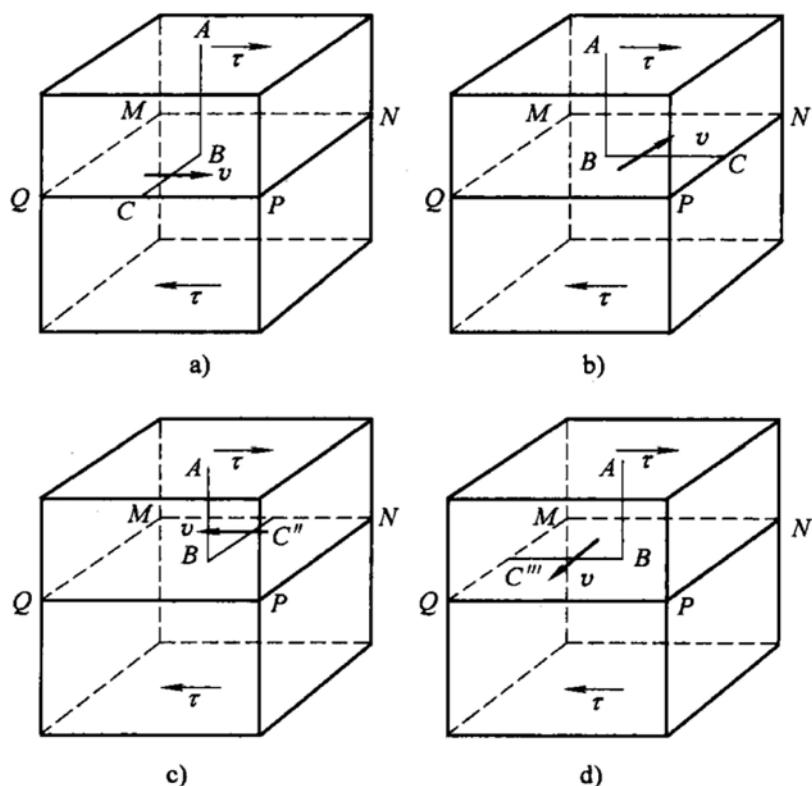

图 2-4 第三题第 1 小题解答图
1. 如图 2-4 所示, 图中 v 代表位错线 BC 运动方向, 也是受力方向。